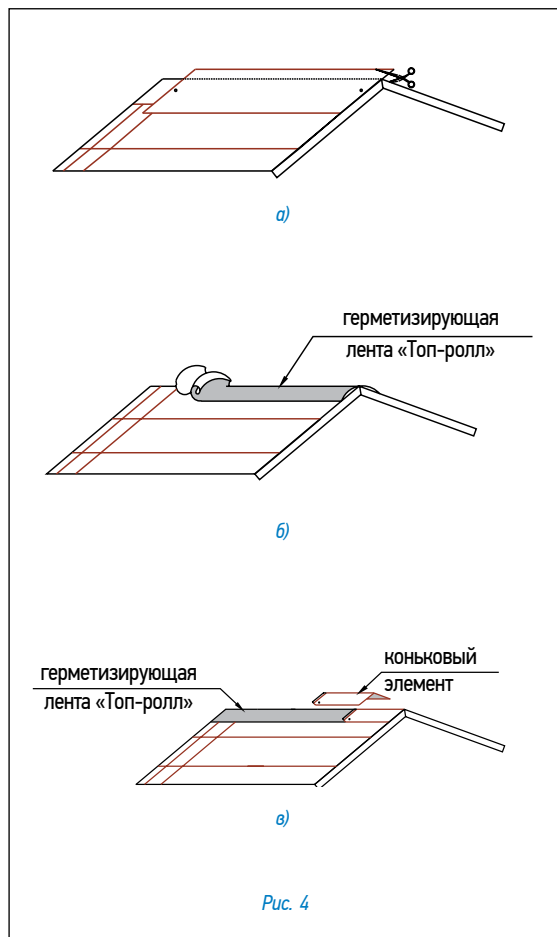

Рис. 4
Конек (рис. 4)
- Верхний ряд черепицы доводится до линии конька (ребра), выступающие части листов обрезаются (рис. 4а);
- линии коньков и ребер герметизируются специальной самоклеящейся лентой «Топ-ролл» (рис. 4б);
- далее устанавливаются внахлест специальные коньковые элементы (направление укладки по преимущественному направлению ветра). Каждый коньковый элемент плотно прижимается к основанию кровли и фиксируется двумя гвоздями из нержавеющей стали длиной 35 мм, которые перекрываются следующим коньковым элементом (рис. 4в).
• Верхний ряд черепицы доводится до линии конька (ребра), выступающие части листов обрезаются (рис. 4а);
• линии коньков и ребер герметизируются специальной самоклеящейся лентой «Топ-ролл» (рис. 4б);
• далее устанавливаются внахлест специальные коньковые элементы (направление укладки по преимущественному направлению ветра). Каждый коньковый элемент плотно прижимается к основанию кровли и фиксируется двумя гвоздями из нержавеющей стали длиной 35 мм, которые перекрываются следующим коньковым элементом (рис. 4в).